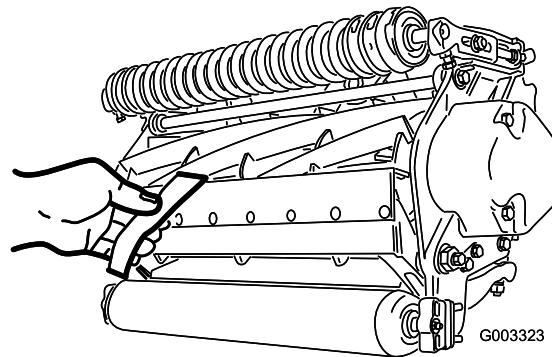

Figura 12
10. Teste o desempenho de corte inserindo uma fita comprida de desempenho de corte (Número de peça Toro 125-5610) entre o cilindro e a lâmina de corte, perpendicular à lâmina de corte (Figura 12). Lentamente rode o cilindro para a frente; deve cortar o papel.